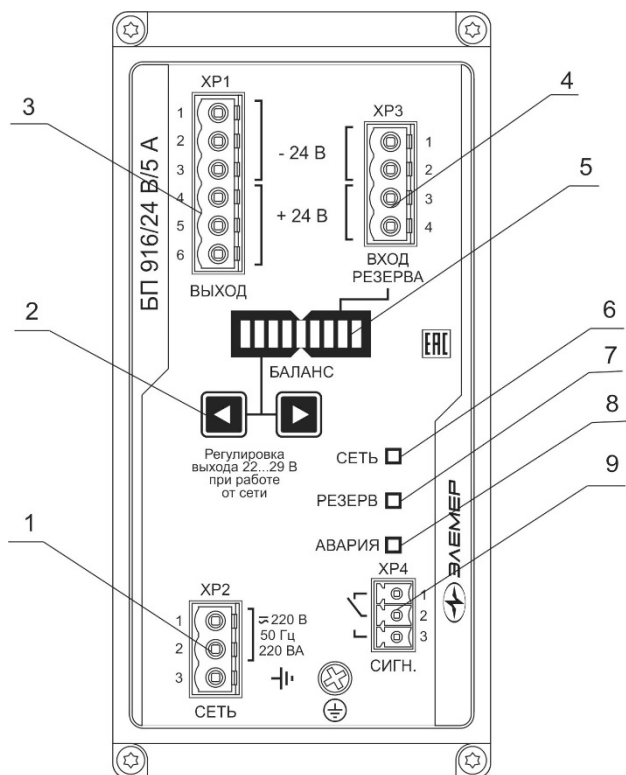

Рисунок 4.1
4.2. На передней панели источников питания (см. рисунок 4.1) расположены следующие элементы индикации и управления: